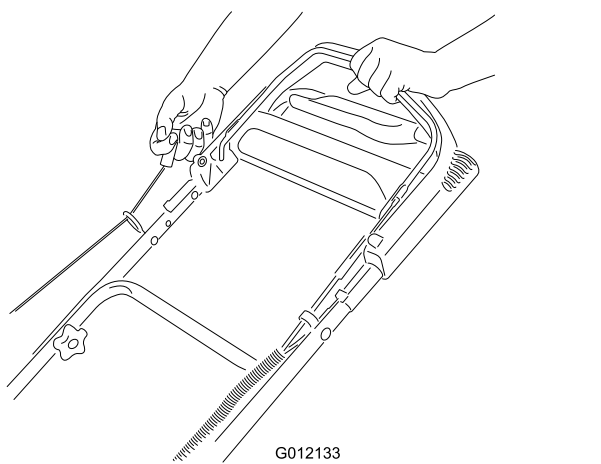

Figure 16
2. Tirez légèrement la poignée du lanceur (Figure 16) jusqu'à ce que vous sentiez une résistance, puis tirez vigoureusement et laissez le lanceur se rétracter lentement jusqu'au guide-câble sur le guidon.